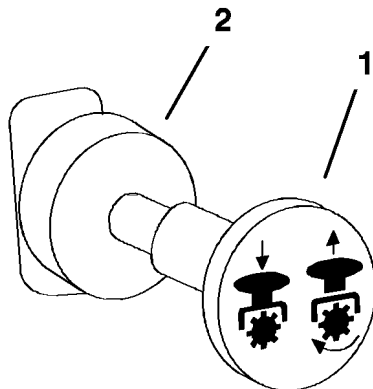

Figura 11
3. Mueva la toma de fuerza (PTO) a la posición Desengranada (Figura 11).
1. Ponga la toma de fuerza en desengranada (Figura 11).